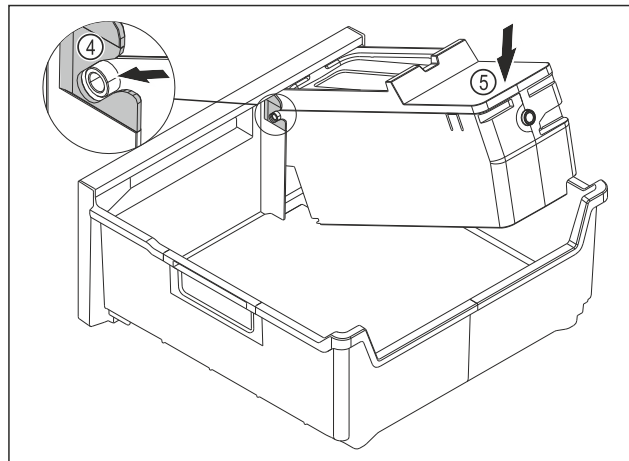

Fig. 175
- ▶ Монтаж на корпуса на EasyTwist-Ice: Вкарайте осите на корпуса на EasyTwist-Ice във водачите Fig. 175 (4).
- ▶ Натиснете надолу корпуса на EasyTwist-Ice Fig. 175 (5) отзад.